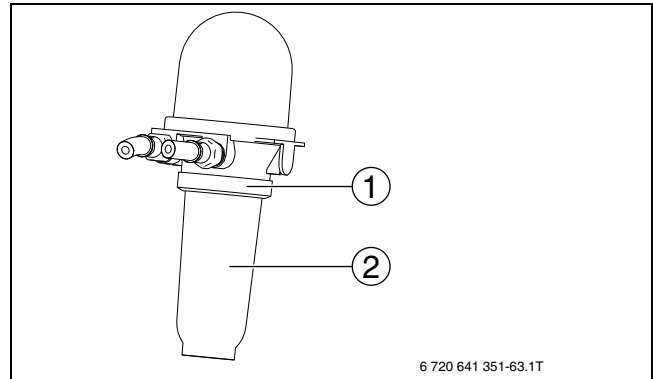

Bild 97 Filtertasse entfernen
- ▶ Überwurfmutter (→ Bild 97 [1]) entfernen.
- ▶ Filtertasse (→ Bild 97, [2]) abnehmen.
- ▶ Filtertasse mit Überwurfmutter (→ Bild 97, [1] und [2], Seite 56) montieren.